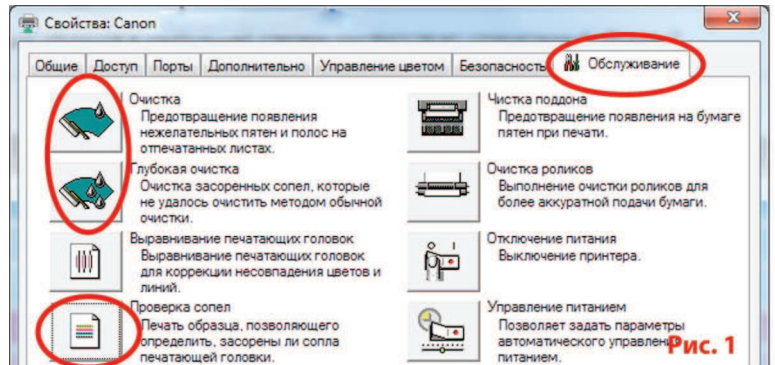

Рис. 1
1.2. Напечатайте тест проверки дюз для оценки работоспособности принтера. Для этого вызовите диалоговое окно настройки печати принтера: в Windows нажмите „Пуск“ > „Панель управления“ > „Принтеры и факсы“ > нажимаем правой кнопкой мыши на нужном принтере (МФУ) > в контекстном меню выбираем „Настройка печати“ > в открывшемся окне (Рис. 1) выбираем вкладку "Сервис" > нажимаем кнопку "Проверка сопел".
Если тест дюз дал положительный результат переходите к установке СНПЧ. Результат отрицательный, выполните рекомендации по прочистке печатающей головки программными средствами принтера ((Рис. 1) Вкладка "Сервис", кнопки "Очистка", "Глубокая очистка").